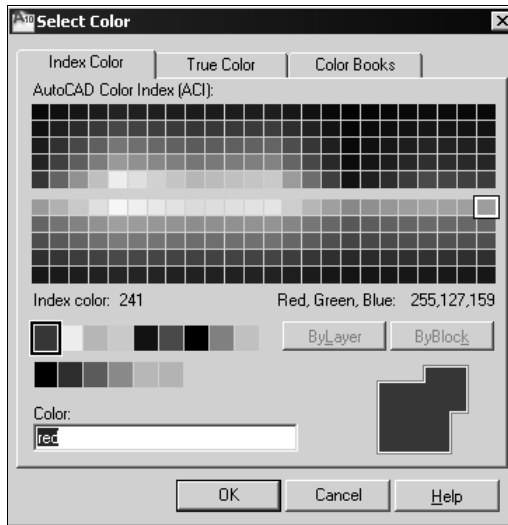

Рис. 5.8. Диалоговое окно установки цветов объектов на слое
5. Щелкните мышью на пересечении столбца **Color** (Цвет) таблицы правого поля и строки созданного слоя. Появится диалоговое окно **Select Color** (Выбор цвета) (рис. 5.8). Выберите цвет объектов на слое и щелкните мышью на кнопке **OK**.